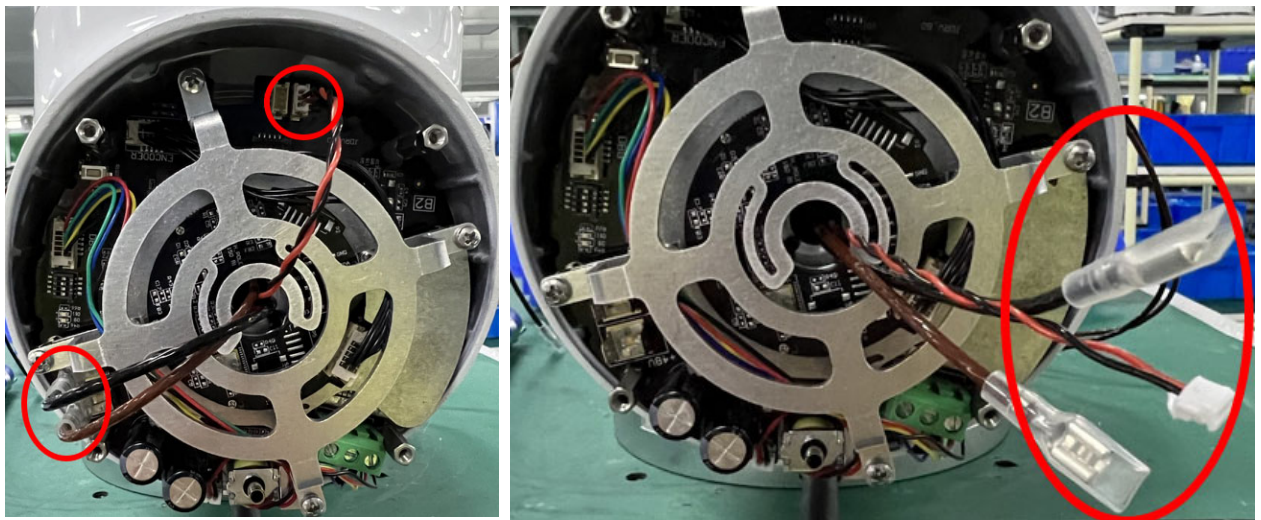

图 3-3：拔电缆连接器
6. 轻轻的拔出电缆连接器，注意不要损坏印刷电路板，如**图 3-3** 所示；